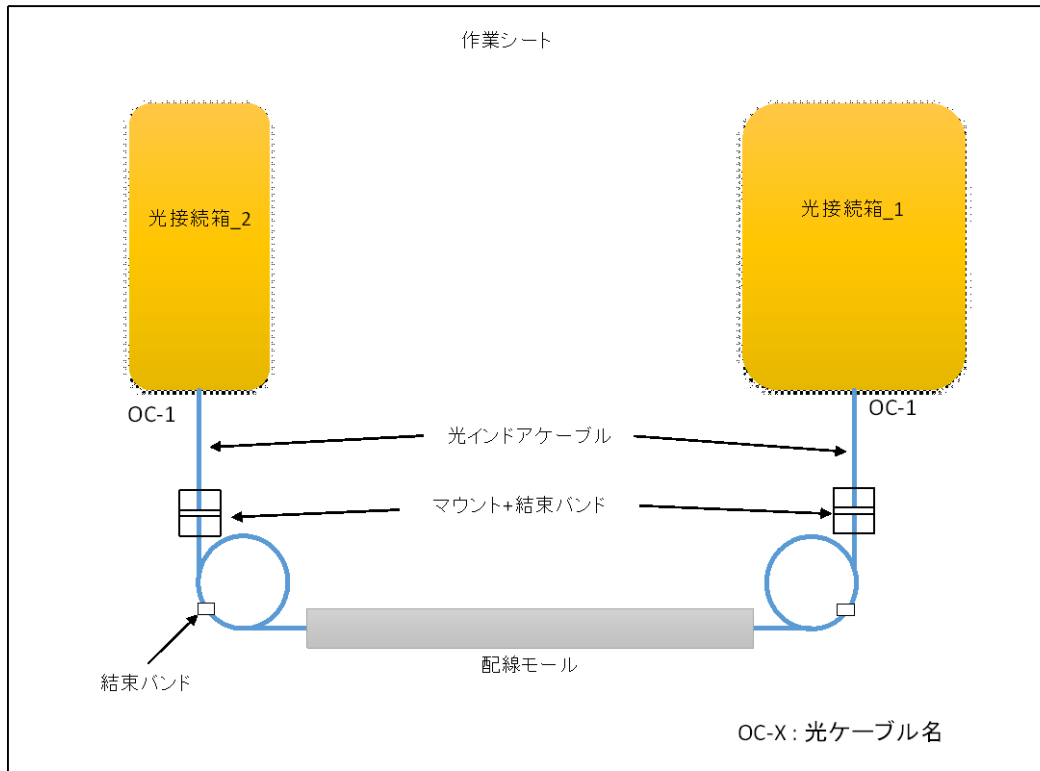

図 1 配置図
- ・ 各ケーブルの両端及び光接続箱に識別ラベルを取り付ける。ラベルは、図 1 に記載のケーブル名及び光接続箱名とすること。